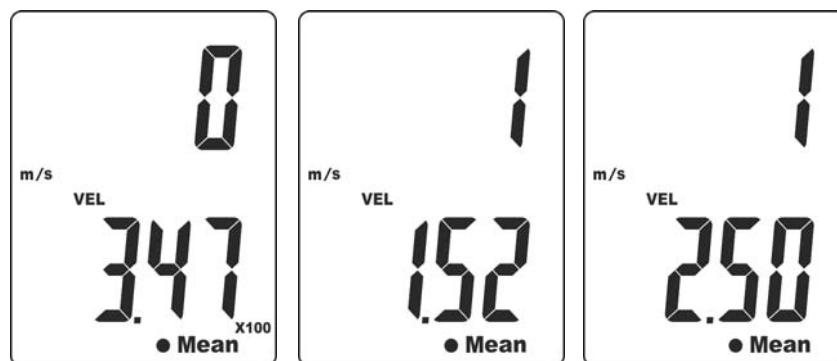

Fig. 8: Cálculo del valor medio de la velocidad por puntos
6. Realice la primera medida de la velocidad del aire como se describe en el § 5.1 y pulse la tecla **ENT**. El valor del primer punto aparece en el visualizador secundario (ver Fig. 8 – parte izquierda)
7. Realice la segunda medida de la velocidad del aire como se describe en el § 5.1 y pulse la tecla **ENT**. El valor del segundo punto aparece en el visualizador secundario (ver Fig. 8 – parte central)
8. Realice otras eventuales medidas de la velocidad del aire con las mismas modalidades y al término pulse la tecla **MEAN**. Los símbolos “•” y “Mean” parpadean en pantalla y el valor de la media aritmética se muestra en el visualizador secundario (ver Fig. 8 – parte derecha)